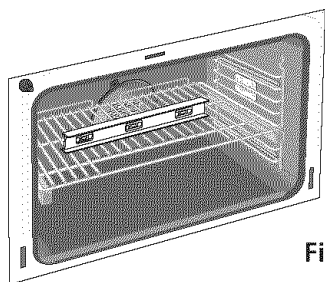

Figure 9
- Vérifiez si l'appareil est à niveau en installant une grille au centre du four et en plaçant un niveau à bulle sur cette dernière (Figure 9).